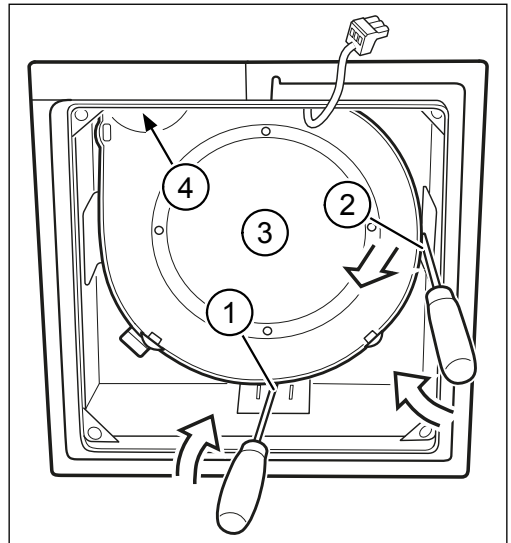

Abb. 17: Spiralunterteil ausbauen
- ▶ Lösen Sie mit einem Schlitzschraubendreher die Federlaschen (Pos. 1 und Pos. 2 in Abb. 17).
- ▶ Heben Sie das Spiralunterteil (Pos. 3 in Abb. 17) ab.
- ▶ Entnehmen Sie den Adapter (Pos. 4 in Abb. 17).